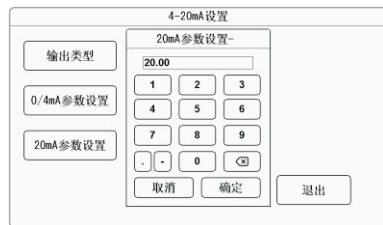

图2-15
- ◆ 20mA参数设置: 点击20mA参数设置弹出如图2-15所示界面, 可以修改参数值, 选定后按【确定】键确认。